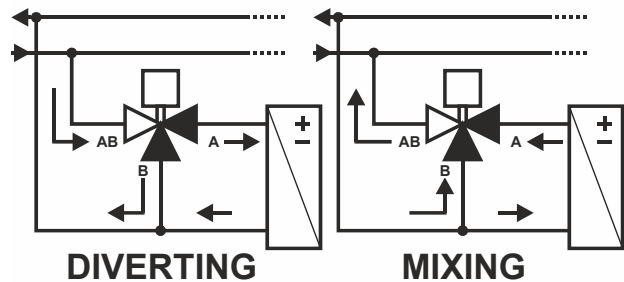

Abb. 6. Betrieb von 3-Wege-Regelkugelhähnen, Umlenk- und Mischventile (nicht maßstabsgerecht)
8. 3-Wege-Regelkugelhähne sind in Übereinstimmung mit deren Verwendung als entweder Mischventile oder Umlenkventile gemäß Abb. 6 zu montieren.